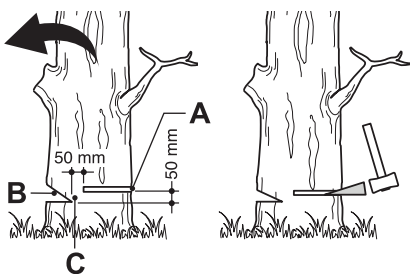

Imagen 29
Realice el corte (imagen 29, B) hasta 1/3 del diámetro del árbol, perpendicularmente a la dirección de caída (imagen 29). Realice primero el corte inferior horizontal. De este modo se evitará que la cadena de corte o la espada queden trabadas al realizar el segundo corte.
- > Realice el corte de talado (imagen 29, A) al menos 50 mm por encima del corte de dirección horizontal (Imagen 29). Mantenga el corte de talado paralelo al corte de dirección horizontal. Realice el corte de talado de modo que quede suficiente madera para actuar como bisagra. La madera de la bisagra (imagen 29, C) evitará que el árbol se doble y caiga en la dirección incorrecta.